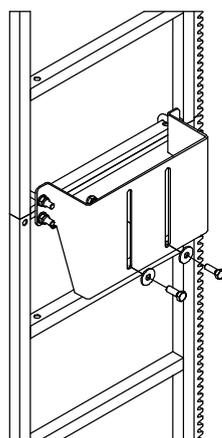

Abb. 11
6. Beim Hochsteigen die Verbindungsschraube (M12) zwischen den Leiterzahnstangen-Verankerungen und Turmstützhalterungen mit Drehmoment 12 Nm für CE (50 Nm für AECO) festziehen (siehe Abb. 11).